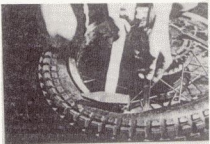

Bild 245
- Man tut gut daran, bei dieser Arbeit die Montierhebel nicht herauszuziehen und dann erneut ein Stück weiter wieder anzusetzen. Besser ist es, das Montiereisen durch seitliche Hammerschläge in seine neue Einsatzposition zu treiben: Man vermeidet so, dass der Schlauch eingeklemmt und dadurch beschädigt wird (Bild 245).